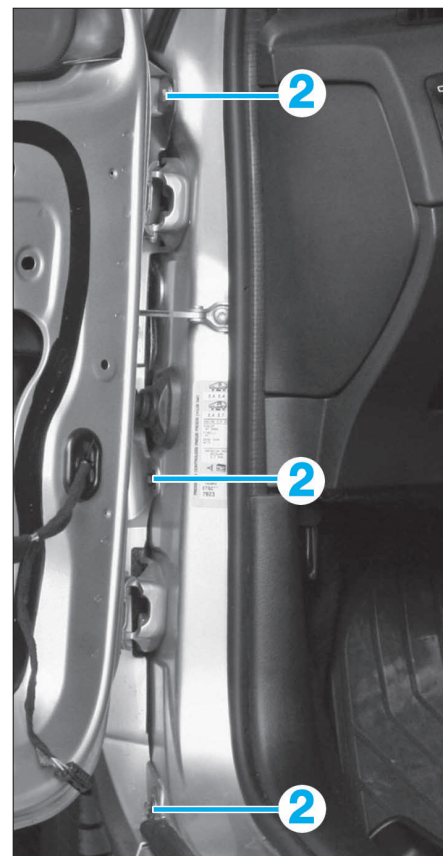

FIG. 12
- Déposer les fixations (2) (Fig.12).